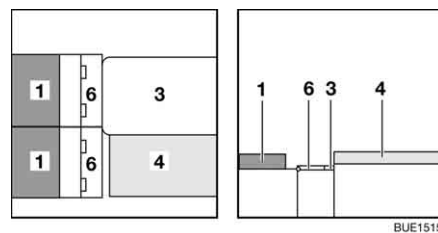

Fig. 139 Durante la transformación
- Abrir ambas tapas de baúl-banco (Fig. 139,6) y apoyarlas en la mesa y los soportes en el banco.
- Colocar los cojines del respaldo (Fig. 139,1) en el baúl-banco.